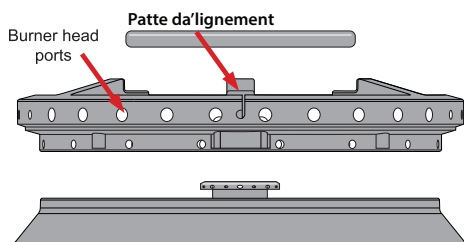

Figure 29 : Orifices d'allumage des têtes de brûleur
1. Soulever le capuchon de la tête de brûleur avant de nettoyer les têtes et les orifices d'allumage (Figure 29).